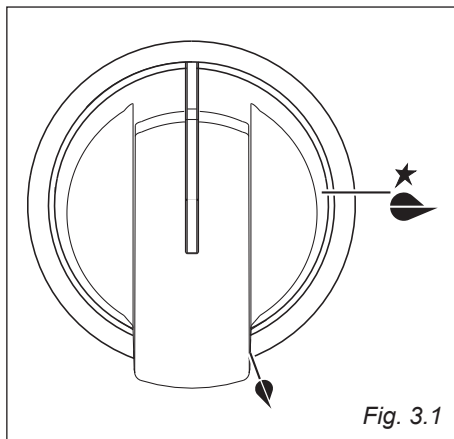

Fig. 3.1
- Détacher le couvercle du bornier, en introduisant un tournevis dans les deux crochets "A" (fig. 3.1).
En faisant coïncider les symboles de la manette (fig. 3.1) avec le repère marqué sur le tableau de bord (ou vice versa), nous aurons: